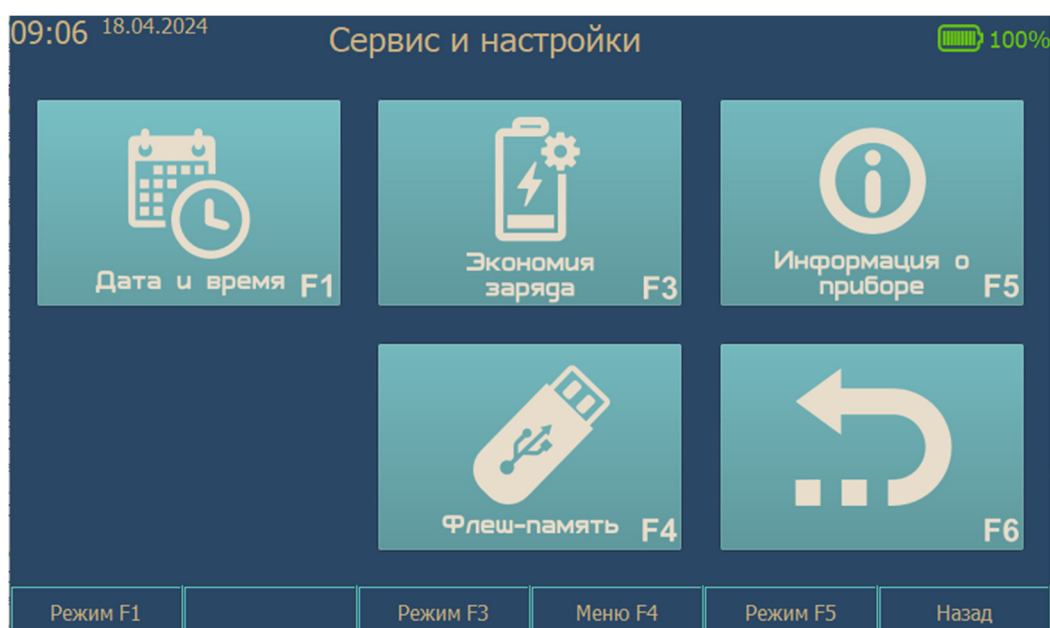

Рис. 6. Меню «Сервис и настройки»
- 2.6.1. Доступ к сервисным функциям и режимам осуществляется через пункт «Настройки» основного меню. Внешний вид содержимого меню «Сервис и настройки» представлен на рис. 6.